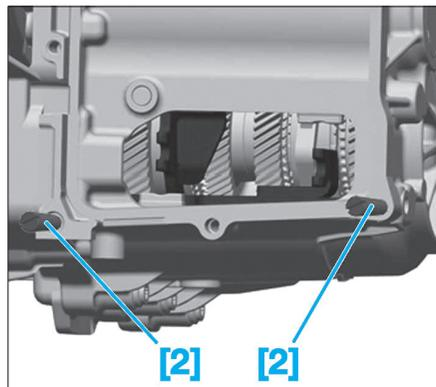

Fig. 18
- [2] Pivot de guidage (réf. T10406) (Fig.18).
- Visser les pivot de guidage [2] à la main (Fig.18).